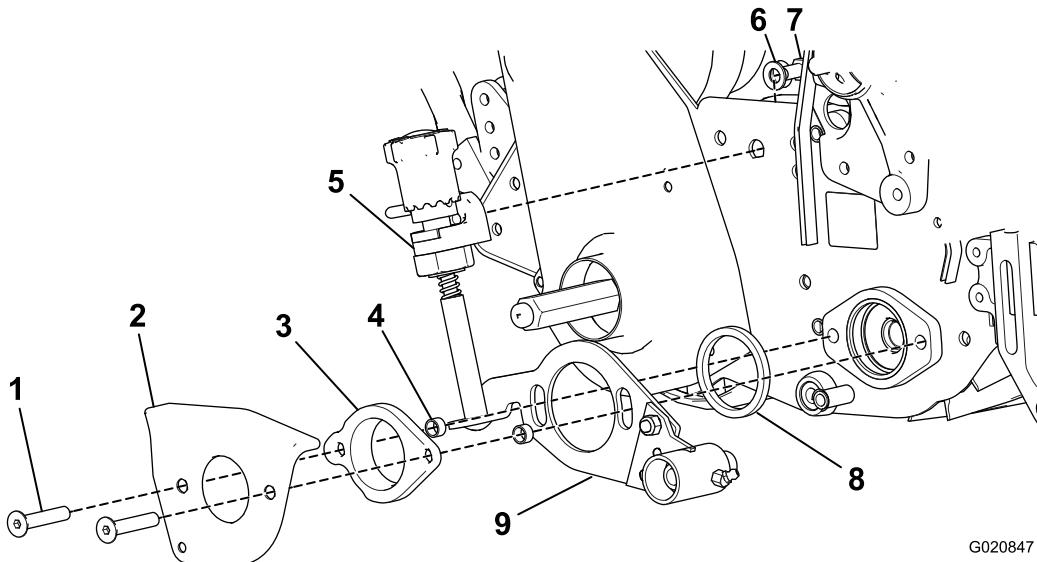

Figure 19
6. Déposez le couvercle du bras de groomer (Figure 19) ; conservez les vis à tête plate et mettez au rebut les entretoises situées sous le couvercle.
8. Retirez la rondelle bombée et le boulon ($\frac{3}{8} \times \frac{5}{8}$ ") du bloc de montage du bouton de réglage (Figure 19).
9. Insérez une bague adaptatrice dans le boîtier de roulement de cylindre (Figure 19).
10. Insérez les 2 vis à tête plate ($\frac{3}{8} \times 2"$) dans le couvercle du bras de groomer et l'adaptateur de roulement, et poussez une entretoise sur chaque vis (Figure 19).
plaquette de groomer sur le boîtier de roulement de cylindre, en glissant l'adaptateur dans la douille en bronze de la plaque du groomer et dans le boîtier de roulement du cylindre (Figure 19).
13. Fixez le bloc de montage du bouton de réglage du groomer sur la plaque latérale droite avec le boulon ($\frac{3}{8} \times \frac{5}{8}$ ") et la rondelle bombée que vous avez retirés précédemment (Figure 19).